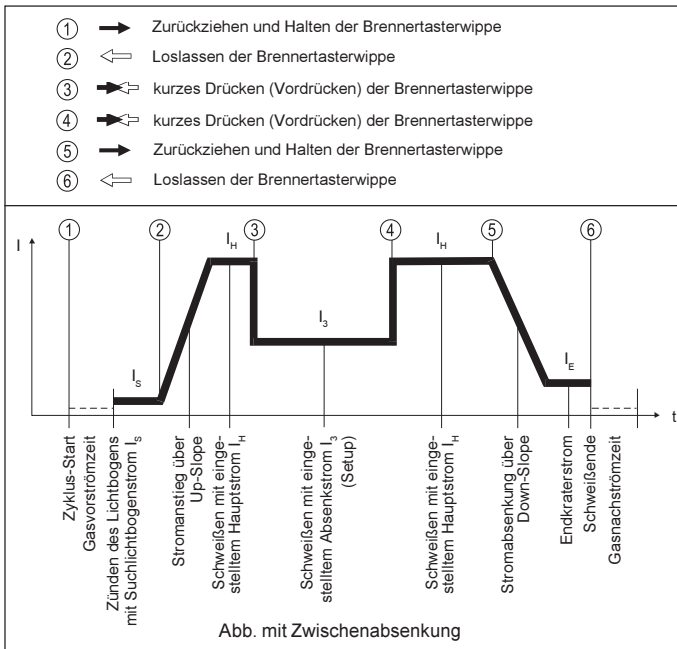

Abb. 5 Funktionsablauf im Spezial-4-Taktbetrieb - Variante I
**Spezial-4-Taktbetrieb - Variante I (Abb.5)**